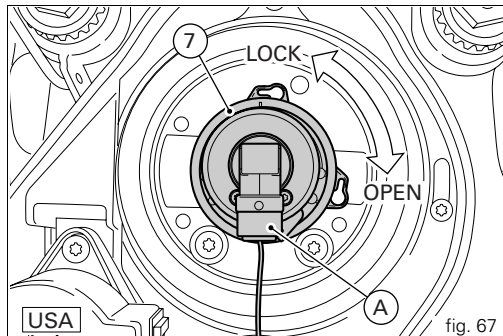

fig. 67
Pour remplacer l'ampoule du feu de croisement (7), débrancher le connecteur (A) du câblage et tourner l'ampoule dans le sens inverse des aiguilles d'une montre pour l'extraire (fig. 67). La remplacer par une ampoule neuve identique. Lors du remontage, tourner l'ampoule dans le sens des aiguilles d'une montre jusqu'à son encliquetage sur la douille.